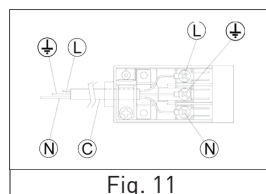

Fig. 11
- Installez une prise standard sur le câble d'alimentation « C » (s'il n'en est pas pourvu) (voir fig. 11). Cette prise doit être capable de supporter la charge indiquée sur la plaque signalétique. Reliez les fils conformément au schéma de la fig. 11, en veillant à respecter les instructions suivantes :